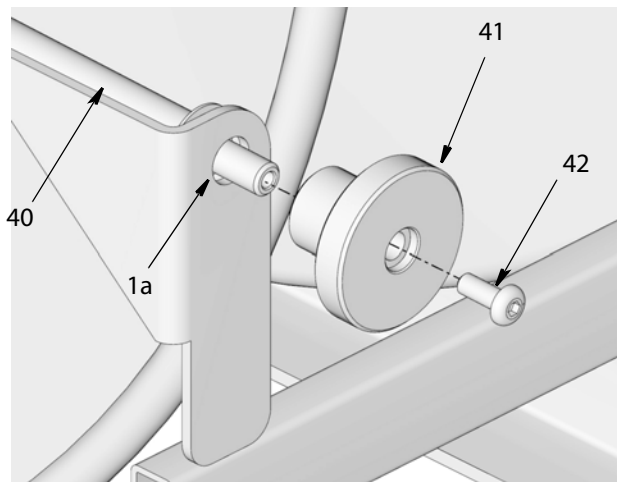
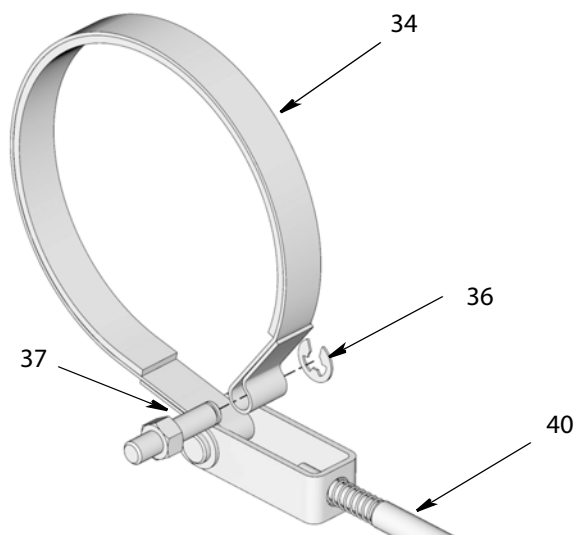

FIG. 27
FIG. 29
2. Для ослабления затяжки тормоза поворачивайте регулятор (41) против часовой стрелки.
3. Ослабьте и извлеките винты (42) из торца регулятора (41) (FIG. 27).
4. Извлеките регулятор (41) из торца штанги (40) (FIG. 27).
5. Ослабьте и снимите гайку (24) и снимите зажим-обруч (34a) с анкерного штифта (37).
6. Снимите зажим (36) с анкерного штифта (37) (FIG. 29).
7. Снимите штифт (37) с обруча (34) (FIG. 29).
8. Снимите обруч (34) со втулки тормоза (12).
9. Извлеките торец штанги (40) из рамы (1а) (FIG. 27).
14. Проведите торец штанги (40) через отверстие (27b) (FIG. 27).
15. Установите регулятор (41) на торец штанги (40). Установите винт (42). Надежно затяните винт, чтобы зафиксировать регулятор на месте (FIG. 27).